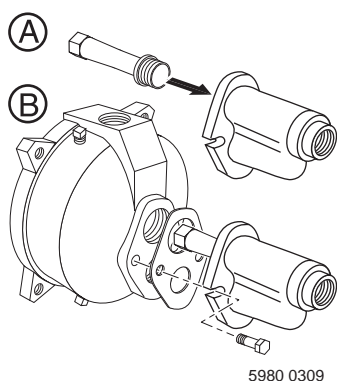

Figura 6 : Monte el eyector - pozo poco profundo
- Paso 3. Instale el juego del eyector. Siga las instrucciones que vienen incluidas en el kit. Asegúrese de alinear el venturi con el orificio superior en la parte frontal de la bomba (vea la Figura 6).
- Paso 2. Instale el juego del eyector. Siga las instrucciones indicadas en el juego. El venturi debe quedar alineado con el orificio superior en la parte delantera de la bomba (vea la Figura 6).